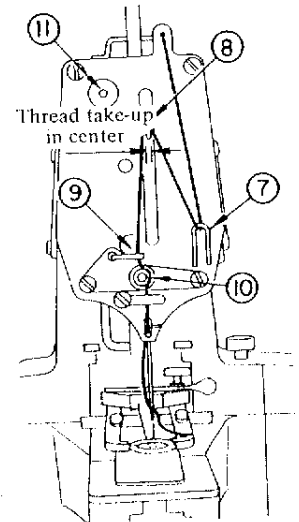

Fig. 7
(II) RESSERER DOUCEMENT LA VIS ET APRES AVOIR REMIS LA PLAQUE FRONTALE, REGLER DE FACON QUE LE BLOC ET LE GUIDE FIL SOIT AU CENTRE DE LA FENTE DE LA PLAQUE FRONTALE FIG. 7 ET RESSERER LE JEU DE VIS.